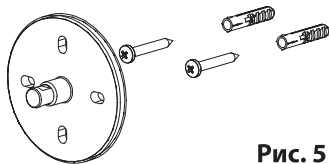

Рис. 5
4. Установите душевую стойку в смеситель. Приложите планку для крепежа душевой стойки к стене и пометьте места для сверления отверстий. Снимите душевую стойку, просверлите отверстия в стене и установите крепежную планку с помощью крепежа идущего в комплекте (рис. 5).